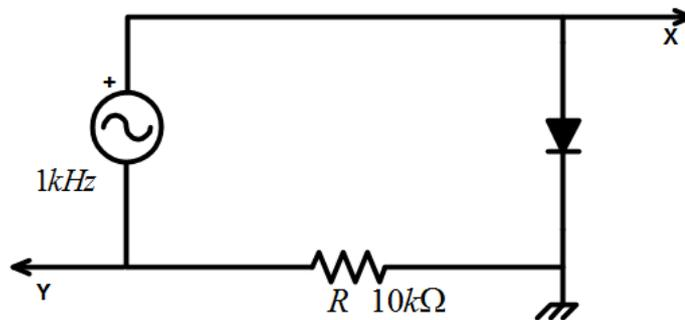

Fig.14a : Schéma pour le relevé de la caractéristique de la diode
1. Réaliser le montage de la figure 14a et relever la caractéristique de la diode. Déduire la tension seuil V_{D0} et identifier le type de diode : *Ge* ou *Si*.